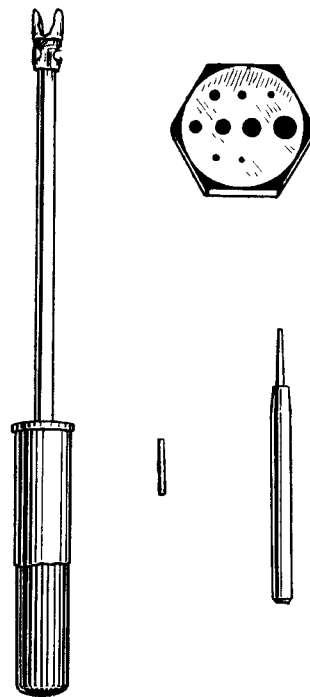

Рис. 20. Слева — ключ для поворота ауслэзерных винтов пианино; справа — часовая наковальня для штифтования, пуансон и выбитый штифт
3) Специальный ключ с левой резьбой на 7 мм для вытаскивания остатков сломавшихся колков; ауслэзерный ключ и наковальня для штифтования (см. рис. 20).